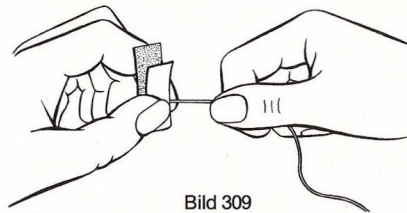
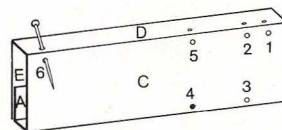
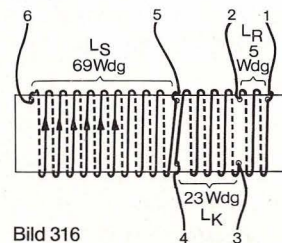

Bild 309
Bild 315
Bild 316
Die Isolierschicht muß an den Anschlußstellen mit Schleifpapier (Teil 72) entfernt werden, weil sonst die Gefahr besteht, daß es keinen Kontakt gibt (Bild 309).
- (X) Löcher 1–6 mit Stecknadel einstechen (Bild 315). 1 bis 6 sind Anschlußbezeichnungen. Bild 316 zeigt das Wickelschema der MW-Spule mit den Anschlüssen 1–6. Alle Anschlußenden sind 100 mm lang und müssen mit dem Schleifpapier (Teil 12) 20 mm lang abisoliert werden (Bild 309).
Beide Enden sind 100 mm lang und müssen 20 mm lang abisoliert werden (Bild 309).